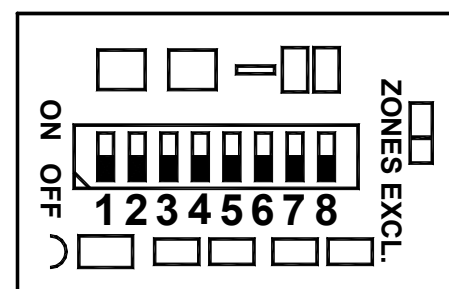

Fig. 5
Con il telecomando, solo a centrale disinserita, è possibile escludere una o più zone della centrale contemporaneamente; per abilitare questa funzione bisogna selezionare tramite il dip-switch "ZONES EXCL." le zone che s'intendono escludere (vedi Fig.5). Ad ogni via del dip-switch è abbinata una zona: DIP1=L1, DIP2=L2 etc. Spostare verso l'alto (ON) la via del dip-switch corrispondente alla zona che si vuole escludere con il telecomando; premere il pulsante di sinistra del telecomando, a conferma dell'operazione avvenuta, il buzzer interno alla centrale genera un suono di otto impulsi, e l'accensione del led "ZONES EXCL.". Successivamente premere il tasto centrale del telecomando per inserire l'impianto. **ATTENZIONE!** Il ripristino delle zone escluse presenta due opzioni selezionabili tramite l'ultimo dip-switch (il 5° per la centrale PROTEUS 4 e l'8° per la centrale PROTEUS 7):